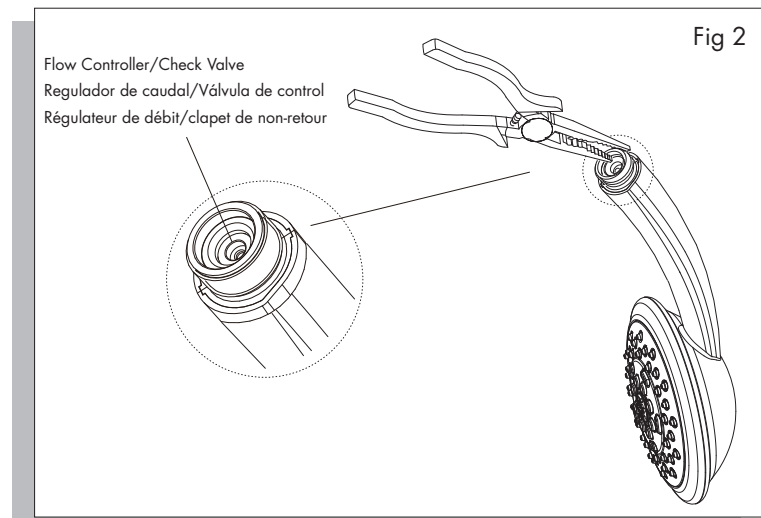

Fig 2
2. Apply the sealant around the stub-out pipe (Fig 2).
2. Ponga sellante alrededor del tubo de empalme (fig. 2).
2. Appliquer du scellant autour de l'embout du tuyau (fig. 2).
2. The flow controller/check valve is located at opening of handshower handle and has a different color plastic housing than the handshower conical threads (Fig 2). Use needle-nose pliers to grasp the flow controller/check valve and pull the flow controller/check valve out. Take care not to use excessive force when grasping perimeter edge of the flow controller/check valve so as to avoid damage (Fig 2 & 3).
2. El regulador de caudal y la válvula de control se encuentran en el hueco de la manija de la ducha de mano y tienen una funda de plástico de un color distinto al de las roscas de la sección cónica de la ducha de mano (fig. 2). Use unos alicates de extremos finos para sujetar el regulador de caudal y la válvula de control y sacarlos. Procure no forzar excesivamente al sujetar el borde del regulador de caudal y válvula de control para no dañarlos (fig. 2 y 3).
2. Le régulateur de débit/clapet de non-retour est situé à la base de la poignée de la douche à main et le boîtier de plastique est de couleur différente des filets (fig. 2). Saisir le régulateur de débit/clapet de non-retour avec une pince à bec effilé pour le retirer. Prendre soin de ne pas exercer une force excessive en saisissant le bord pour ne pas endommager le régulateur/clapet (fig. 2 et 3).